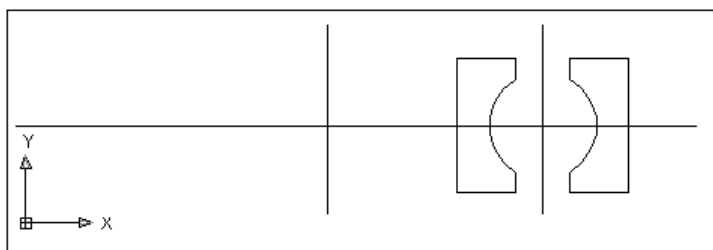

Рис. 6.21. Контур корпуса подшипника
5. Подрезать отрезки и окружность так, чтобы образовался контур корпуса подшипника (рис. 6.21).